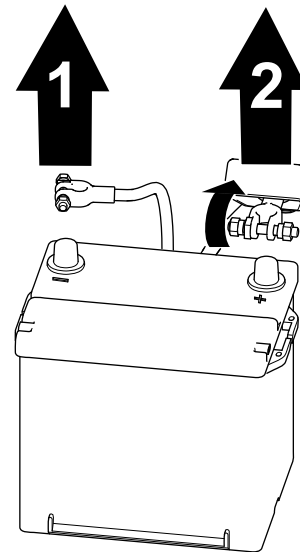

Figure 2
1. Débranchez le câble négatif de la borne de la batterie (Figure 2).
2. Débranchez le câble positif de la borne de la batterie (Figure 2).